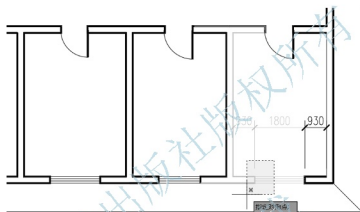

图 2.141 向左拉伸窗洞时选择对象的方法
(1) 首先,用【拉伸】命令使窗洞口左侧墙段向左缩短150mm。
① 关闭【轴线】图层。
② 单击【修改】工具栏上的【拉伸】图标 (快捷键S),启动【拉伸】命令。
③ 在**选择对象**:提示下,用交叉选的方式选择图2.141所示的窗户左侧的墙线和窗线,按Enter键进入下一步命令。